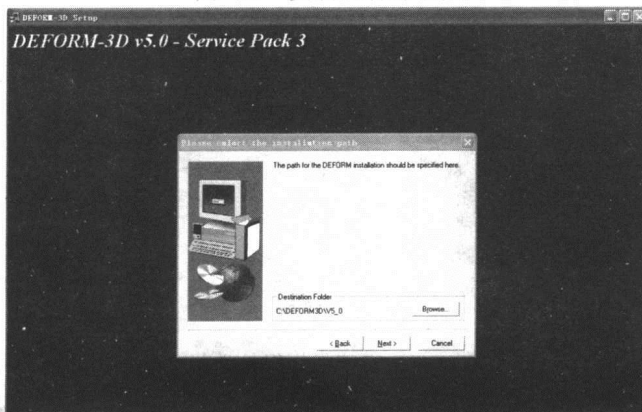

图 1-3 安装路径选择对话框
(2) 接着出现的对话框是 SFTC 公司对用户安装软件时, 应该阅读安装注释的提示。安装说明附带在产品中, 也可以从 www.deform.com 下载得到, 直接单击【Next】按钮进入下一步操作。
(3) 弹出如图 1-3 所示的安装路径选择对话框, 如果用户不愿意修改安装路径, 保持